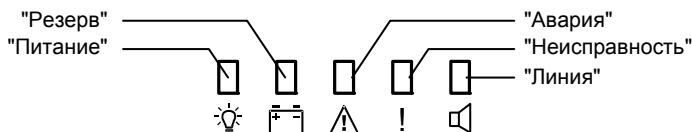

Рисунок 1
1.4.6 Индикация режимов работы прибора осуществляется посредством пяти индикаторов (см. рис. 1) и встроенного звукового сигнализатора.